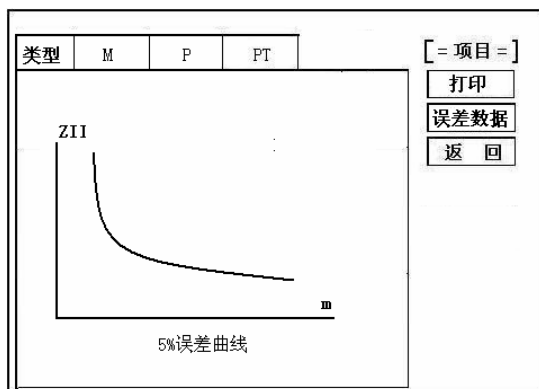

图 22
在图 14 中，选择进入“误差曲线”选项，出现 5%、10%误差曲线选项，根据试验要求进入相应测试项目，即进入误差曲线界面（图 22）
C. 保护用电流互感器二次负荷应满足 5% 误差曲线的要求, 只要电流互感器二次实际负荷小于 5% 误差曲线允许的负荷, 在额定电流倍数下, 合格的电流互感器的测量误差即在 5% 以内。二次负荷越大, 电流互感器铁心就越容易饱和, 所允许的电流倍数就越小。因此, 5% 误差曲线即 n/ZL 曲线为图 22 所示曲线。